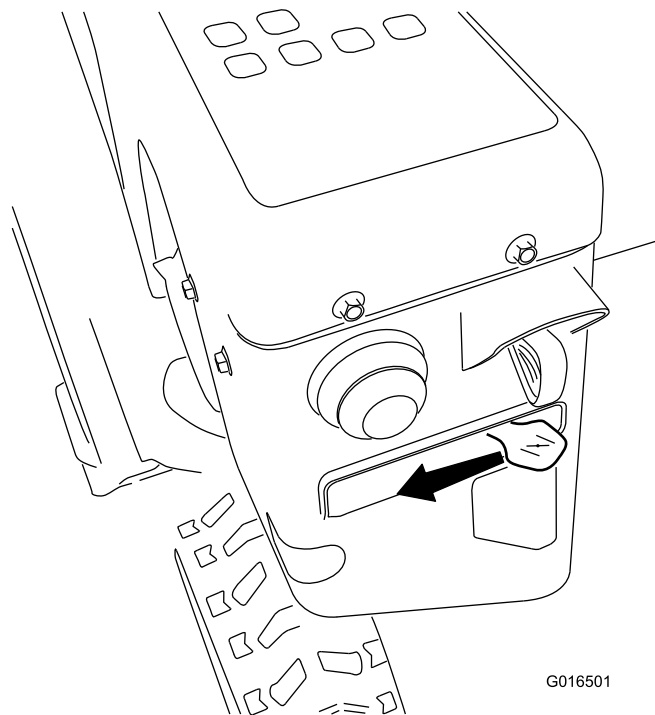

Bild 27
5. Stellen Sie den Choke auf die CHOKE-Stellung (Bild 27).